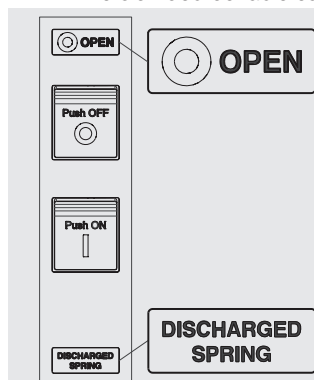

Figure 77
1. Disjoncteur ouvert avec ressorts débandés (voir Figure 77).